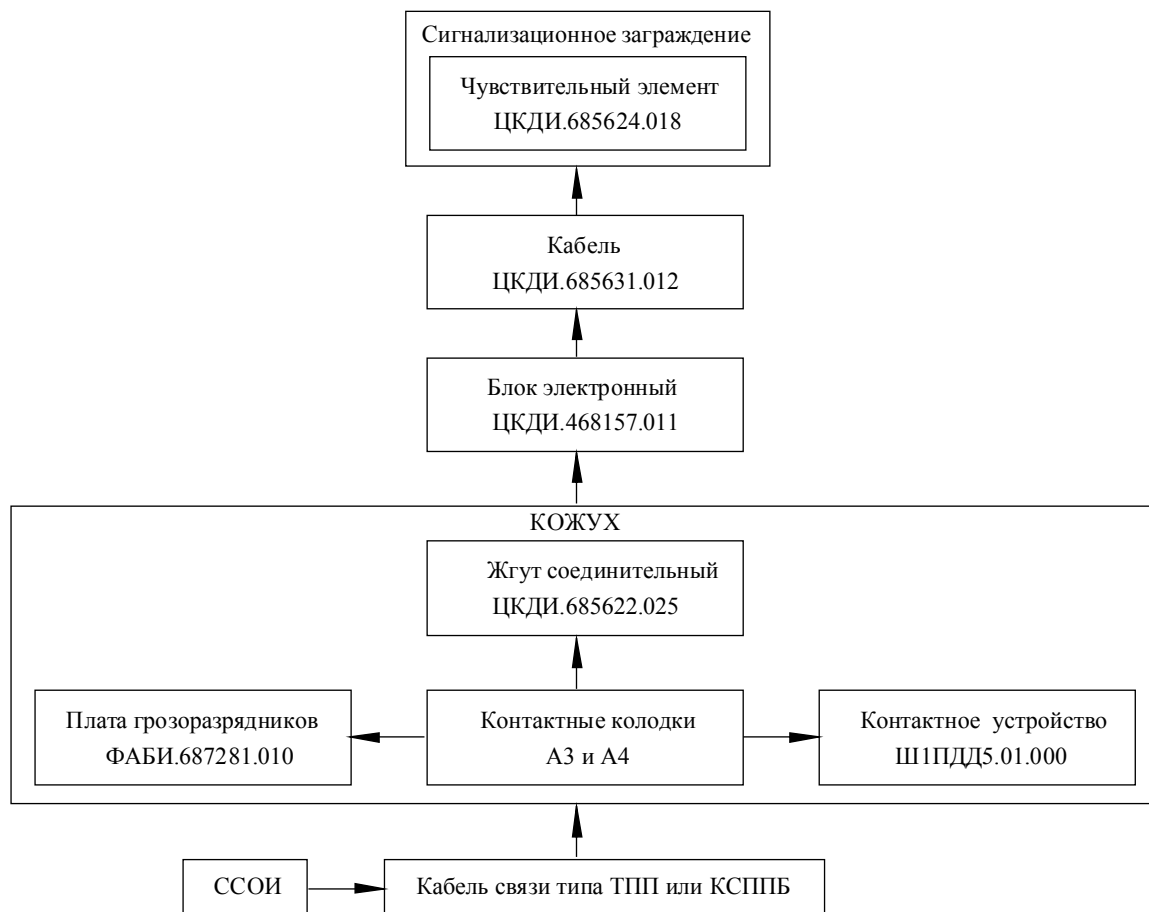
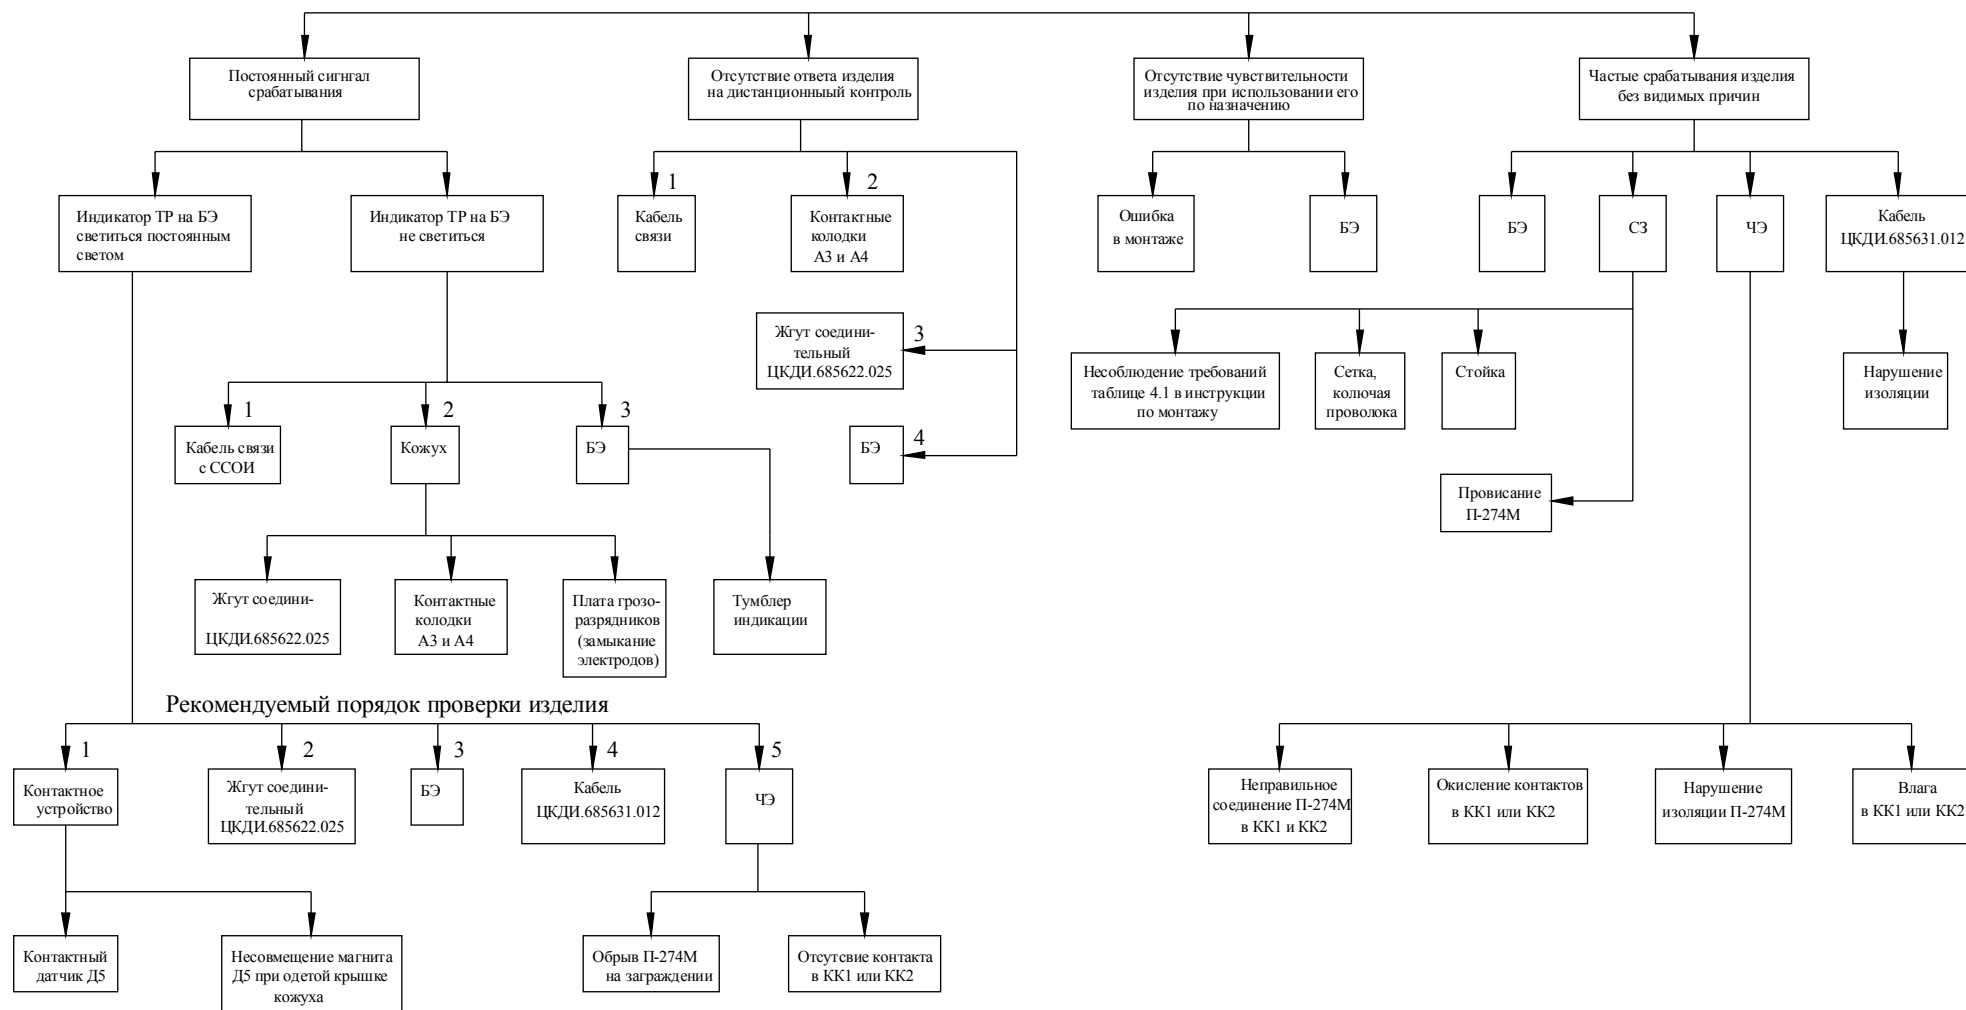

Рисунок 2.1
Рисунок 2.2
2.3.1 Поиск неисправностей изделия проводить, руководствуясь схемой соединения составных частей изделия (рисунок 1.2.), блок-схемой поиска неисправностей (рисунок 2.1) и тест - трактовой схемой поиска (рисунок 2.2)